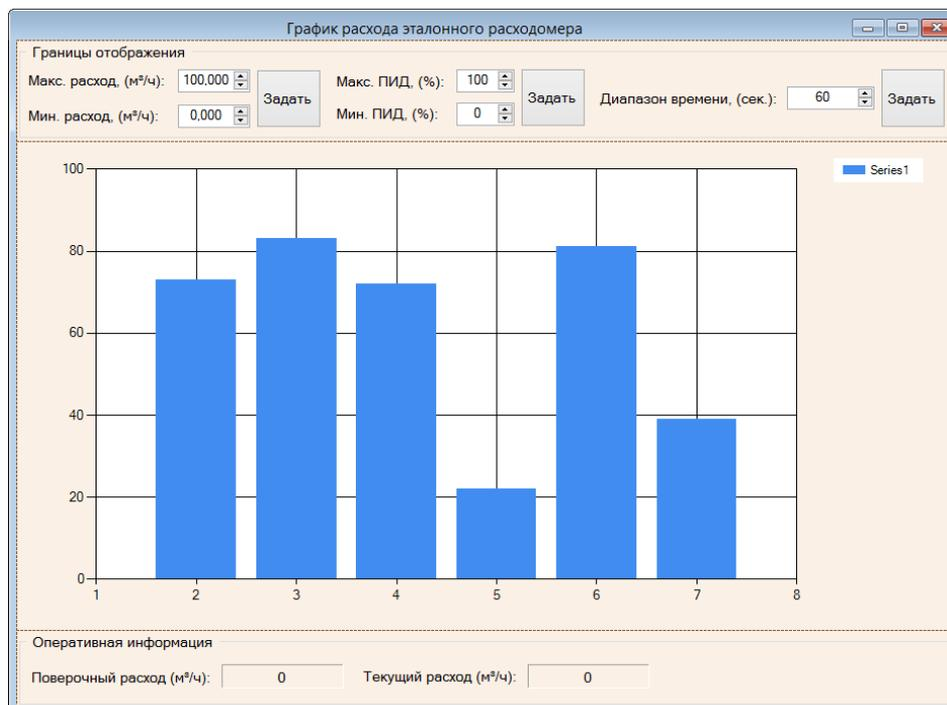

Рисунок 17 – График расхода эталонного расходомера
2. Эталонные расходомеры (BG1..BG6) – при клике мышкой открывается окно «График расхода эталонного расходомера» (рис. 17), в котором можно следить за текущим расходом;